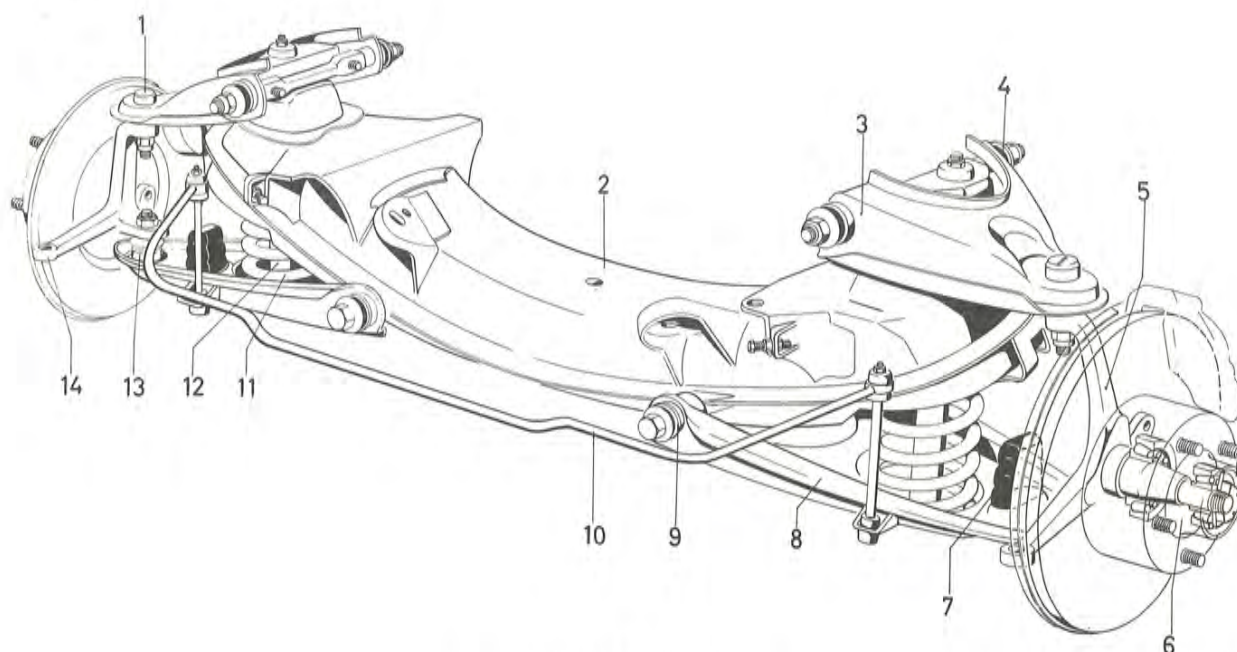

Bild 12. Framvagn
Vagnen har separat (individuell) framhjulsupphängning. Framaxel i egentlig mening saknas och ersätts av en kraftig framaxelbalk av lådkonstruktion. Denna är fastskruvad vid den självbärande karossen. Vid framaxelbalkens ändar är framhjulsupphängningen och fjädringen monterade. Konstruktionen framgår av bild 12.
Framhjulen är lagrade i koniska rullager (i navet 6 bild 12). Framfjädringen består av spiralfjädrar (11) inuti vilka teleskopstötdämpare (12) är monterade. För att öka krängningsstyvheten är vagnen försedd med krängningshämmare (10), som är fästade dels vid de nedre länkarmarna (8) och dels vid karossen.